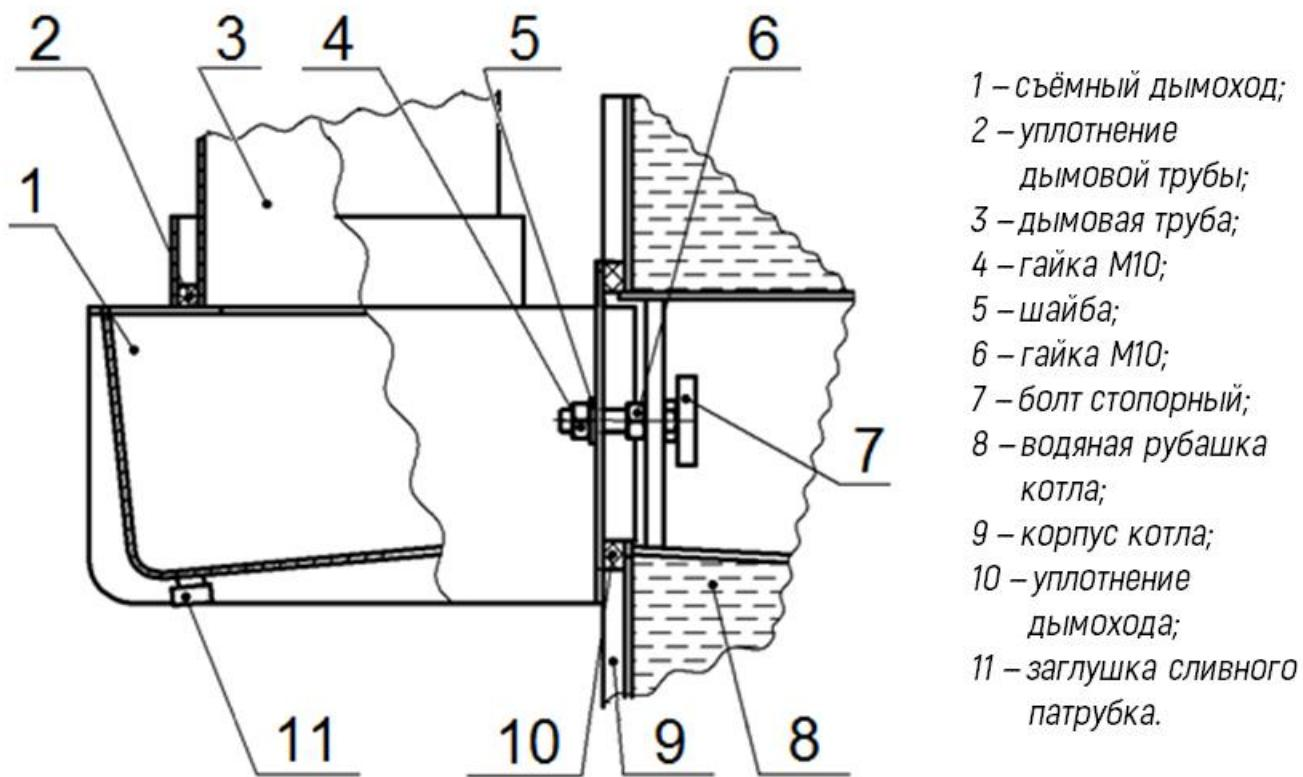

Рисунок 2. Установка дымохода KV на котел (используется штатный крепеж котла).
2. Вставить болты 7 в проушины (см. рис.2). Навернуть гайки 6 не затягивая.
Конденсат следует периодически сливать, отвернув заглушку 11 (см. рис. 2). Чистку дымохода производить через котёл.